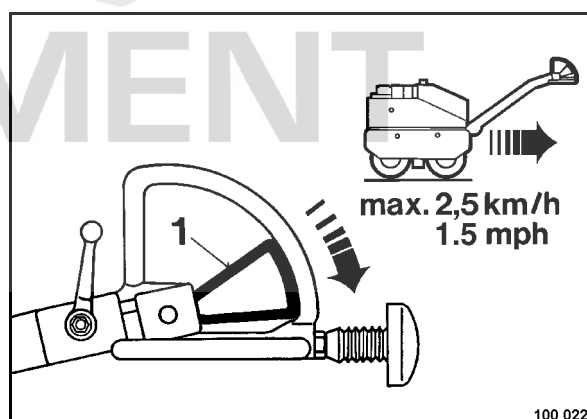

fig. 38
- Déplacer lentement le levier (1) (fig. 38) vers l'arrière ; la machine accélère régulièrement en marche arrière.